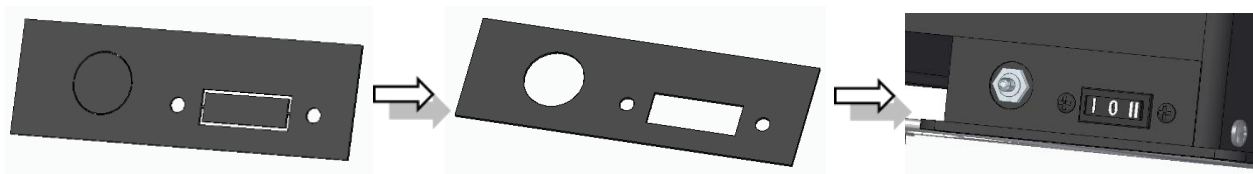

Figura 52 – Fijación del microinterruptor y botón On-Off
c. Por último, debe colocar el micro-interruptor y el botón On-Off en el lugar adecuado, como se muestra en la Figura 52, primero debe romper las micro-uniones de la placa que se encuentra en el equipo, en la esquina inferior derecha para fijar los componentes.